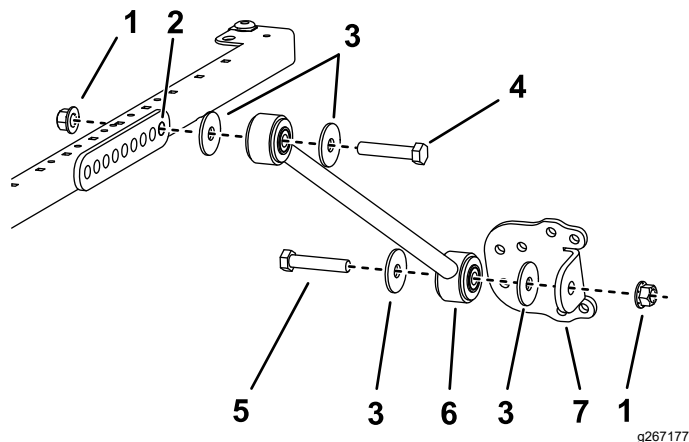

Figura 44
4. En cada lado del bastidor del toldo, monte provisionalmente un tirante en el taladro trasero del soporte del tirante con un perno ($\frac{1}{2}$ " x $2\frac{3}{4}$ "), 2 arandelas ($\frac{1}{2}$ ") y una tuerca con arandela prensada ($\frac{1}{2}$ "), según se muestra en la Figura 44.
5. Sujete provisionalmente un soporte de tirante a cada tirante con un perno ($\frac{1}{2}$ " x $2\frac{1}{2}$ "), 2 arandelas ($\frac{1}{2}$ ") y una tuerca con arandela prensada ($\frac{1}{2}$ "), según se muestra en la Figura 44.